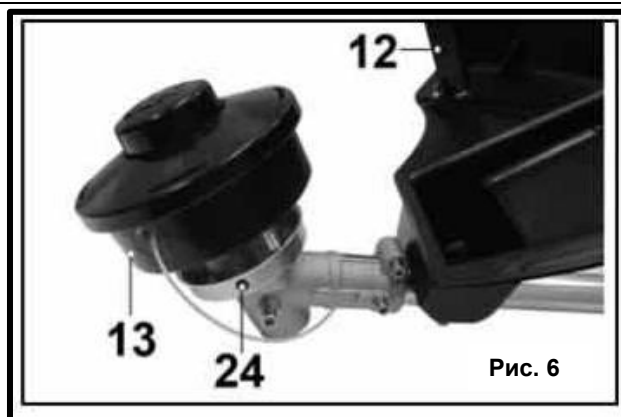

Рис. 6
6.5. Снятие и установка триммерной катушки (Рис.6).